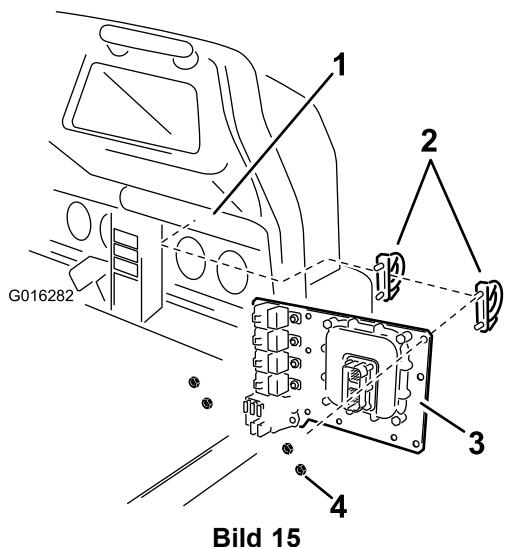

Bild 15
B. Workman 200-Spritzsystem: Befestigen Sie die Montageplatte mit zwei U-Bügelklemmen und zwei Muttern (5/16 Zoll), wie in dargestellt. Bild 15.